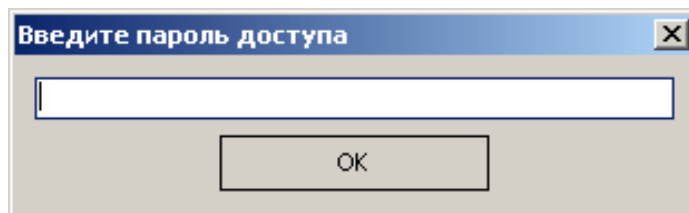

Рисунок 26
5) нажать кнопку «Прощить». Перед Вами появится окно (Рисунок 26):